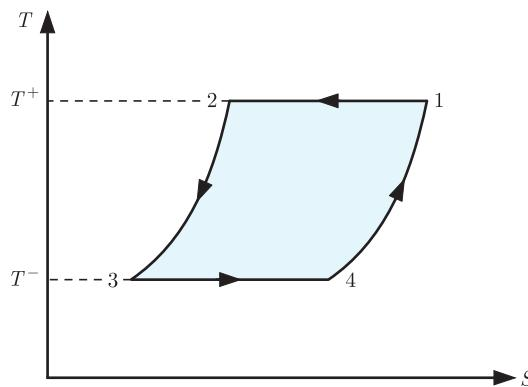

Fig. 7.8 Diagramme (T, S) du cycle calorifique de Stirling.
- 4) La définition (7.17) implique que les processus isothermes soient des droites horizontales sur un diagramme (T, S) . En inversant la définition (7.20) de la variation d'entropie pour un processus isochore, on en déduit que les processus isochores sont des exponentielles sur un diagramme (T, S) (fig. 7.8).